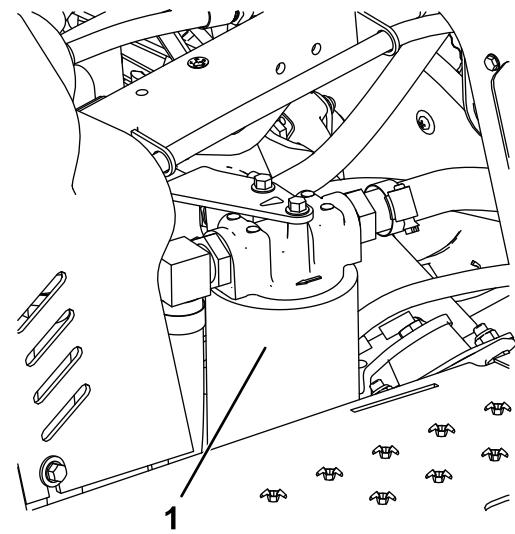

図 42
4. 機体左側にある油圧オイルフィルタ 図 42 の下に容器を置く。
7. 新しい油圧フィルタを取り付ける 図 42 ガスケットがフィルタヘッドに当たるまで手で回し、そこからさらに 3/4 回転締め付ける。